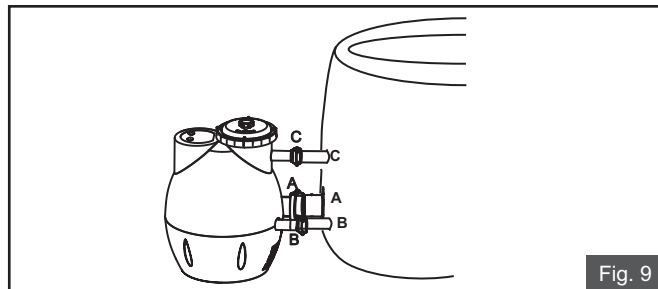

Fig. 9
5. Brancher la pompe à la baignoire hydromassage en faisant correspondre les lettres A avec A, B avec B et C avec C. S'assurer que les joints soient bien en place et serrer fermement les adaptateurs. (voir fig. 9)